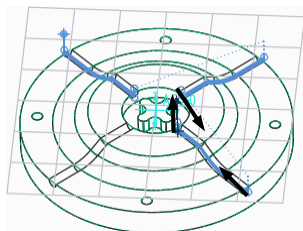
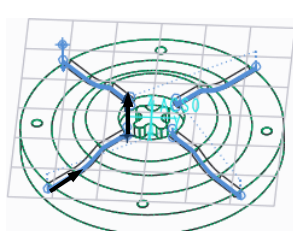

图 10.1.56 选取轨迹 3
图 10.1.57 选取轨迹 4
Step13. 选取轨迹 3 和轨迹 4。参考选取轨迹 1 和选取轨迹 2 的操作方法，分别选取草图 3 和草图 2 创建轨迹 3 和轨迹 4，设置结果分别如图 10.1.56 和图 10.1.57 所示。